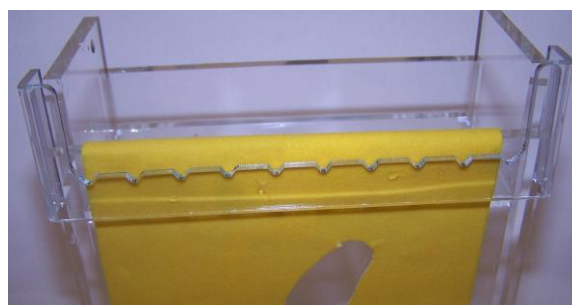

Fig. 1
- Luego se inserta la máscara sobre la cubeta superior, por encima de la lámina de papel aterciopelado (ver Fig. 1).